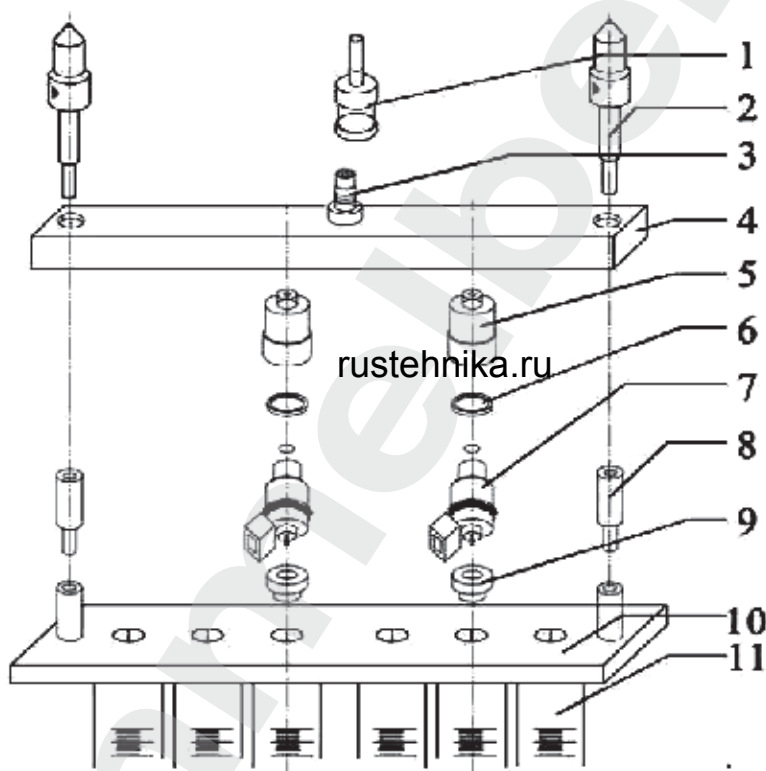

Рис. 2.4 Схема установки держателя для промывки противотоком
6.3 Установка инжектора для обратной промывки (противотоком) (рис. 2.4)
1. В соответствии с рис.2.4, установите инжекторы между топливной рампой и опорной пластиной тестовых цилиндров.
2. Затяните всю сборку с помощью винтов (2), выберите режим обратной промывки, установите давление в системе 0.25-0.3 МПа, включите режим, нажатием на кнопку **Start** («Пуск»).